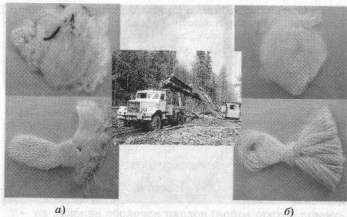

Рис. 44. Вискозное (а) и ацетатное (б) — это искусственные волокна, их получают путем их химической модификации природных органических полимеров
- **искусственные** (вискозное, ацетатное и др.), которые получают из природных полимеров или продуктов их переработки, главным образом из целлюлозы и ее эфиров (рис. 44);